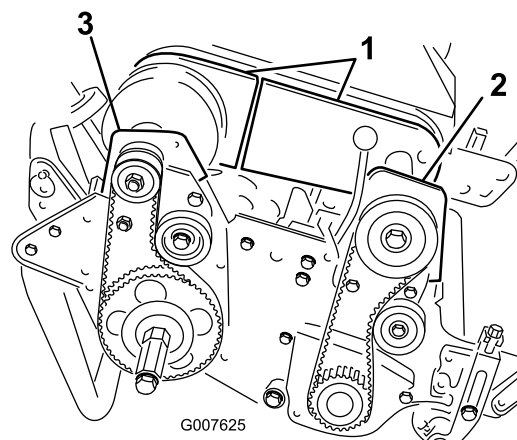

Figure 45
4. Retirez les vis de fixation des sections avant et arrière du couvercle du différentiel sur le boîtier du différentiel et enlevez les sections pour exposer la courroie (Figure 45).
6. Retirez les 2 boulons et contre-écrous de fixation du carter d'embrayage avant à la plaque latérale (Figure 45).
8. Retirez les 2 boulons et contre-écrous de fixation du logement de roulement arrière droit à la plaque latérale (Figure 45).